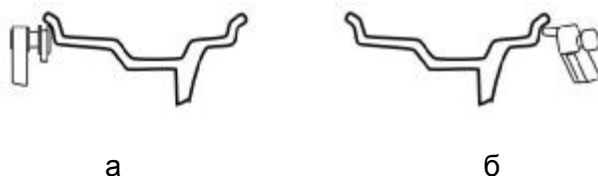

Рисунок 6.21
6.7.2 Измерить диаметр и вылет электронной линейкой. Для этого необходимо наконечник линейки подвести к ободу и держать там до звукового сигнала (рисунок 6.21а). Вернуть линейку в исходное положение.